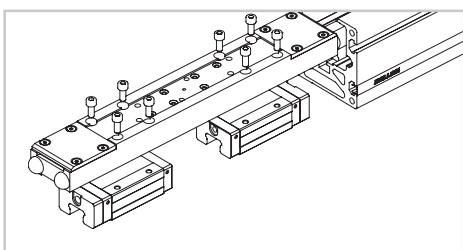

Abb. 16
18) Ziehen Sie den Laufwagen vollständig heraus, um Zugang zu beiden Linear Führungswagen zu erhalten (Abb. 16). Entfernen Sie den zu ersetzenen Linear Führungswagen.